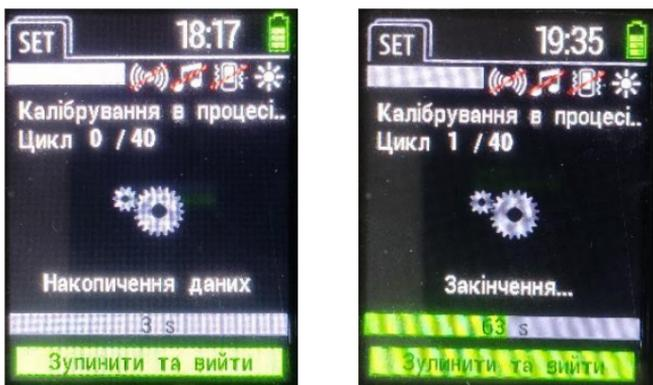

Рисунок 32 – Режим «Калібрування по енергії»
2.3.3.8.1 Для увімкнення процесу калібрування потрібно в режимі налаштувань обрати пункт «Калібрування по енергії». На екрані дисплею з’явиться напис «**Калібрування в процесі**», лічильник циклів та смужка стану накопичення даних (рис. 32). Після цього помістіть прилад у його транспортний кейс в штатний ложемент та очікуйте результату проведення калібрування. Коли напис «**Накопичення даних**» зміниться на «**Закінчення...**» - це свідчить про останній цикл калібрування приладу (рис. 32.1).